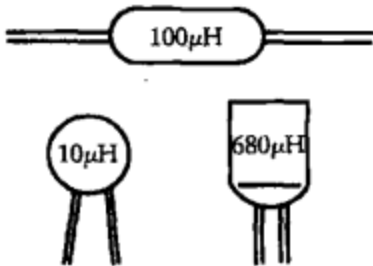

图 2-6
(1) 直标法，即将电感量直接用文字印刷在电感器上，如图 2-6 所示。